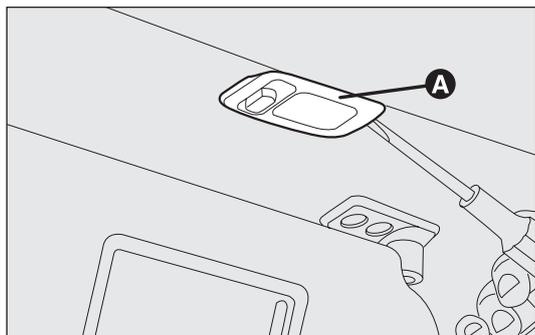

fig. 179
PLAFONNIER MIROIR DE COURTOISIE fig. 179
- enlever le plafonnier A-fig. 179 en faisant levier à l'endroit indiqué par la flèche.